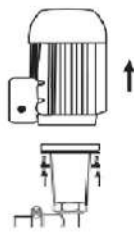

图4
4、从泵管上拆下电动机。对于HD-HV250型号：按顺时针旋转方向松开六角螺母(见图3)。HD-HV1000型号：松开(4)连接泵和电机的螺栓(见图4)。